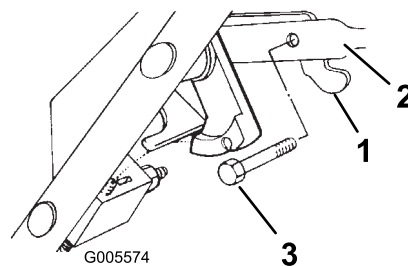

Figure 6
9. Fixez le levier de commande à la barre de commande au moyen d'un boulon et d'un contre-écrou (Figure 6).